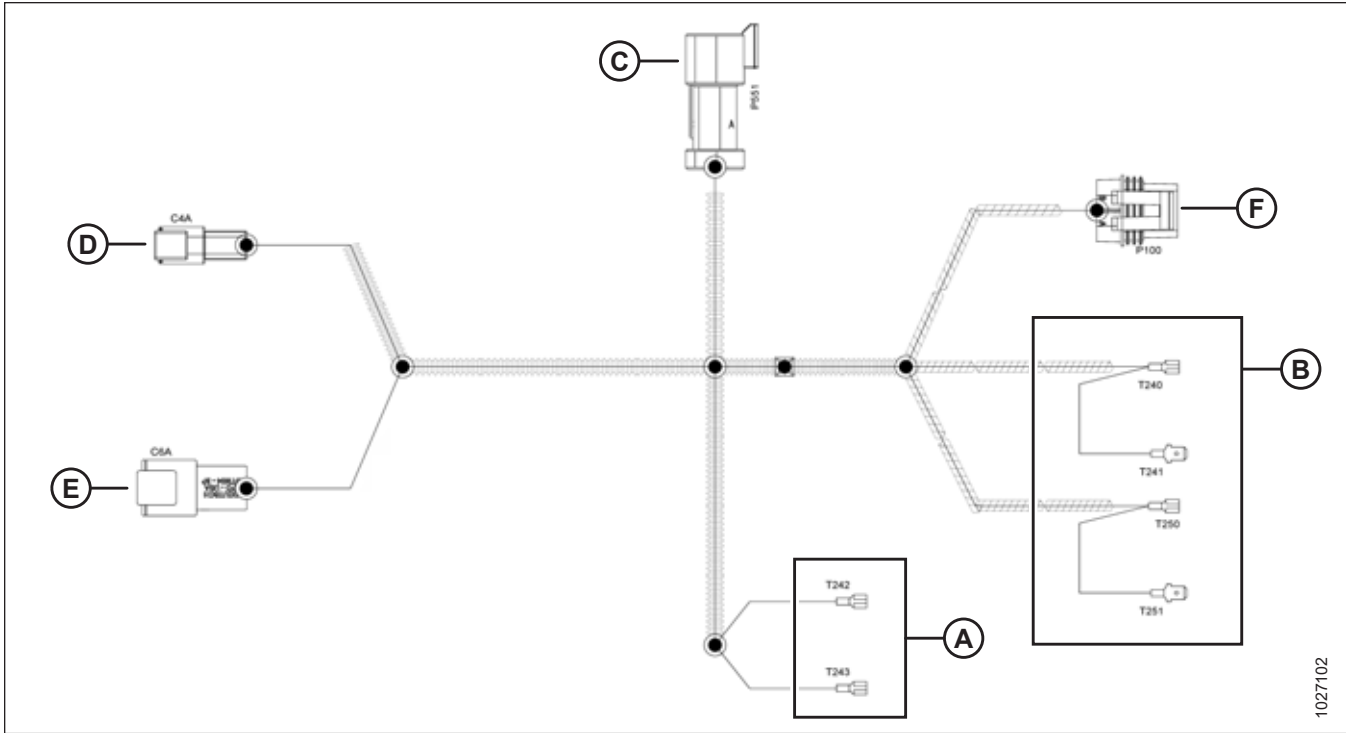

Figure 5.60: Faisceau de contrôle du tapis en cabine (MD no 304210)
Pour plus d'informations, reportez-vous à la figure 5.60, page 108.
24. Connectez l'extrémité d'alimentation du faisceau de contrôle du tapis en cabine ([B] dans la figure 5.60, page 108) à la barrette de prise de courant auxiliaire comme suit :